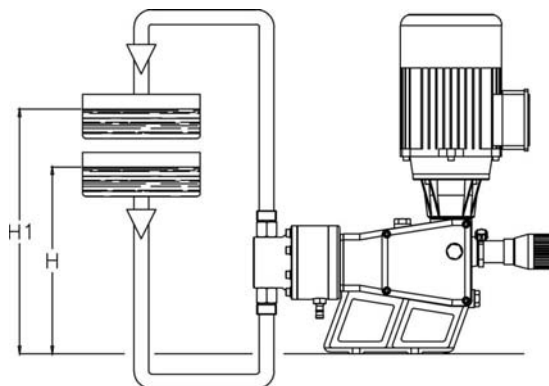

Fig. 9 – Instalação ideal
- sucção afogada (Ref. H - Fig.9)
- descarga positiva no cabeçote (Ref. H1 - Fig.9)